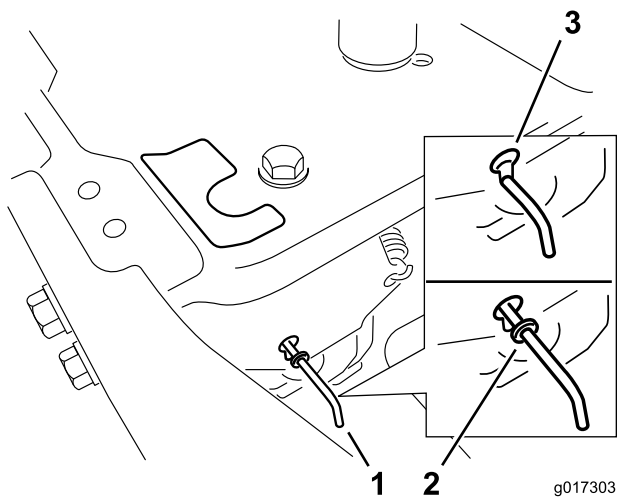

Figure 20
4. Déplacez les leviers de dérivation en avant à travers le trou de clavette et vers le bas pour les verrouiller en position (Figure 20).
Déplacez les leviers de dérivation en arrière à travers le trou de clavette et vers le bas pour les verrouiller en position, comme montré à la Figure 20.